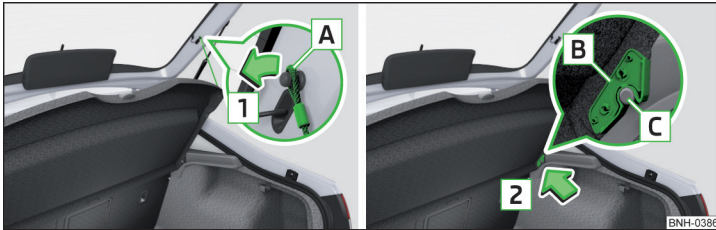

Abb. 93 Gepäckraumabdeckung herausnehmen
Sind die Haltebänder **A** » Abb. 93 an der Gepäckraumklappe eingehängt, dann wird beim Öffnen der Klappe die Gepäckraumabdeckung (nachstehend nur Abdeckung) mit angehoben.
- › Auf den beiden Seiten der Gepäckraumklappe die Haltebänder **A** in Pfeilrichtung **1** aushängen » Abb. 93.
- › Die Aufnahmen **B** an der Abdeckung über die Bolzen **C** an der Seitenverkleidung stellen » Abb. 93.
- Die Aufnahmen **B** an der Abdeckung müssen vollständig an den Bolzen **C** an der Seitenverkleidung anliegen » Abb. 93.